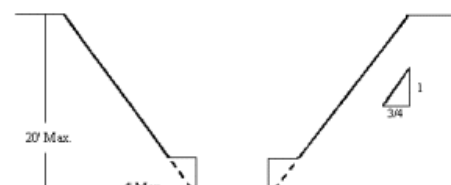

Fig. 6 Inclinación con banqueo
- La inclinación también puede utilizarse como un sistema por sí mismo o junto con el banqueo (fig. 6).